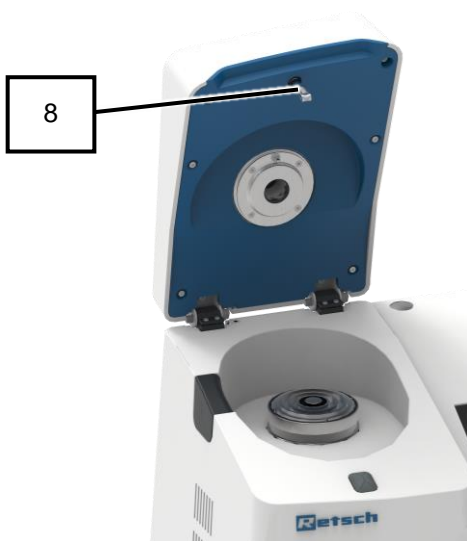

Abb. 63: Schließkloben
5. Rollen des Schließklobens (8) auf Leichtgängigkeit prüfen (Abb. 63).
6. Rollen des Schließklobens (8) gegebenenfalls mit Nähmaschinenöl ölen.
7. Gerät mit dem Hauptschalter (16) auf der Geräterückseite einschalten.